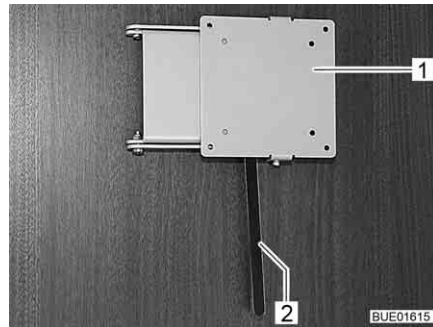

Fig. 100 Soporte con palanca de desbloqueo
- Empujar la palanca de desbloqueo (Fig. 100,2) hacia el lado y girar el soporte (Fig. 100,1) junto con la pantalla plana a la posición deseada.
- Girar la pantalla plana hacia la posición inicial hasta que el soporte (Fig. 100,1) engatille en el bloqueo.